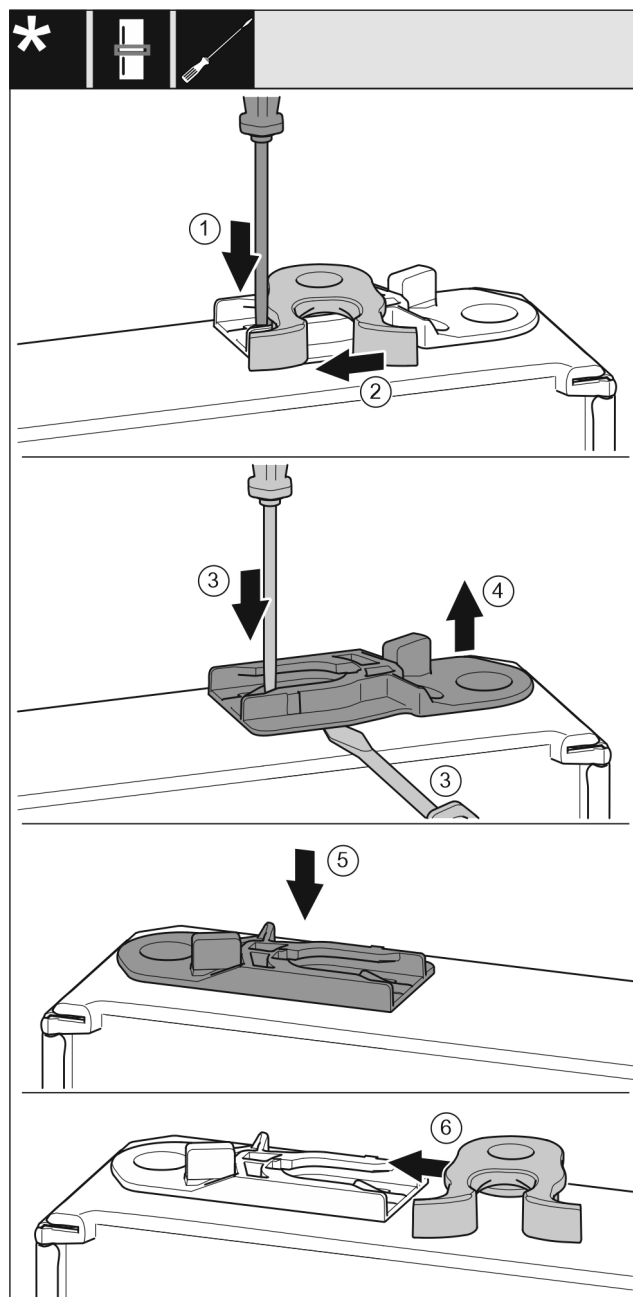

Fig. 16
- Pousser vers le bas la languette avec un tournevis plat. Fig. 16 (1)
- Tirer le crochet de fermeture en dehors du guide. Fig. 16 (2)
- Sortir la douille de guidage : Pousser la languette avec un tournevis plat et la faire passer simultanément sous la douille de guidage avec un tournevis plat. Fig. 16 (3, 4)
- Pousser la douille de guidage fournie à la livraison de l'autre côté du logement. Fig. 16 (5)
- Pousser le crochet de fermeture dans le guide. Fig. 16 (6)